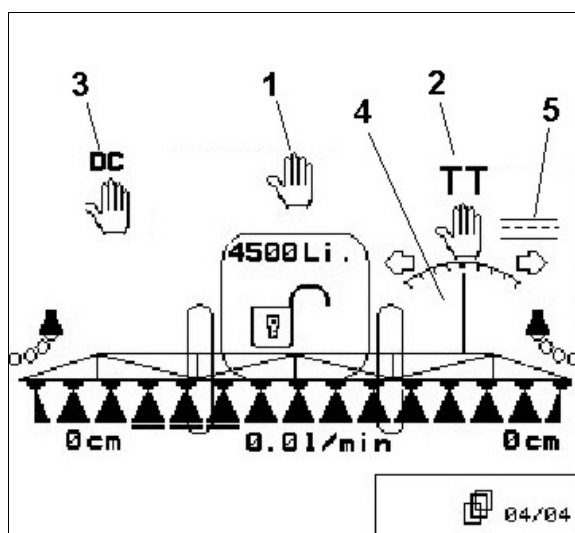
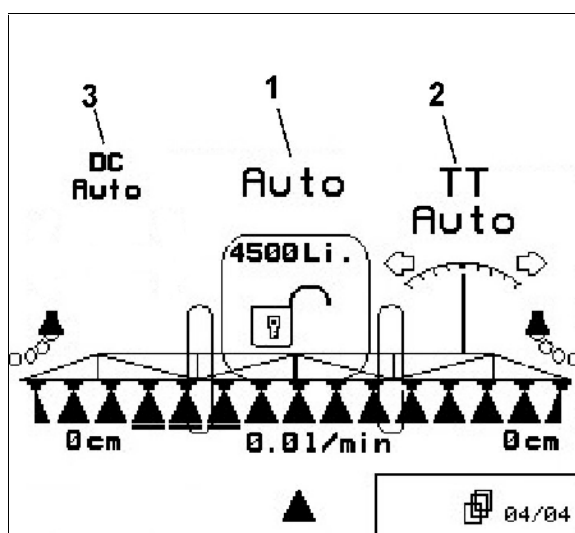

Fig. 70
Fig. 71
1. **Modulation du débit:**  service manuel (Fig. 70/1), service automatique (Fig. 71/1)
2. **Essieu autosuiveur Trail Tron:**  service manuel (Fig. 70/2), service automatique (Fig. 71/2), mode route (Fig. 70/5)
3. **Pilotage Distance Control:**  service manuel (Fig. 70/3), service automatique (Fig. 71/3)
Si le service automatique est activé, le symbole "Auto" (Fig. 70/1) s'affiche à l'écran. L'ordinateur machine assure la modulation du débit en fonction de la vitesse de travail actuelle.
Si le service manuel est activé, le symbole "  " (Fig. 71/1) s'affiche à l'écran ainsi que l'entrée [l/min] (Fig. 71/2) Vous modulez manuellement le débit en modifiant la pression de pulvérisation par les touches  ou .
Si le service automatique est activé, le symbole "Auto" (Fig. 70/2) s'affiche à l'écran. L'ordinateur machine prend en charge le suivi parfait de la machine derrière le tracteur.
Si la vitesse d'avancement atteinte est supérieure à 15 km/h (déplacement sur route), l'essieu Trail Tron revient automatiquement en position nulle et reste en mode déplacement sur route (Fig. 70/5).
(Fig. 71/2). Appuyez sur la touche  ou  jusqu'à ce que les pneus du pulvérisateur passent exactement dans la trace du tracteur.
→ Le pulvérisateur s'aligne à nouveau en fonction du tracteur. A l'écran, le symbole "Suivi essieu directeur" (Fig. 70/4) affiche l'angle de braquage sélectionné de l'essieu directeur autosuiveur.
Si le service automatique est activé, le symbole "Auto" (Fig. 70/3) s'affiche à l'écran. L'ordinateur machine prend en charge la modulation de l'écart entre les buses de pulvérisation et la culture sur pied.
Si le service manuel est activé, le symbole  (Fig. 71/3). Le système Distance Control est désactivé. Vous modulez la distance entre les buses de pulvérisation et la culture de façon manuelle en utilisant la correction d'assiette et le réglage en hauteur.